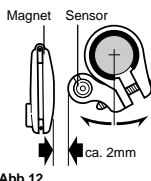

Abb.12
- (2) Sensor auf der rechten Seite der vorderen Gabel anbringen. Schieben Sie Band B in den Schlitz von Band A und legen Sie das Gummipolster auf die Innenseite von Band A wie in Abb.8. Passen Sie die Länge der Bänder so an, daß die Verschraubung der Bänder parallel verläuft, nachdem Sie an die Gabel montiert wurden (Abb. 9). * Um das Band B von Band A zu lösen, kräftig ziehen. Befestigen Sie die Bänder mit dem Sensor an der Gabel indem Sie die Schrauben vorerst provisorisch anziehen (Abb.10). Mitte des Magneten und Markierungslinie des Sensors ausrichten (Abb.11). Sicherstellen, daß ca. 2 mm Abstand besteht. Dann die Schraube festziehen (Abb. 12).